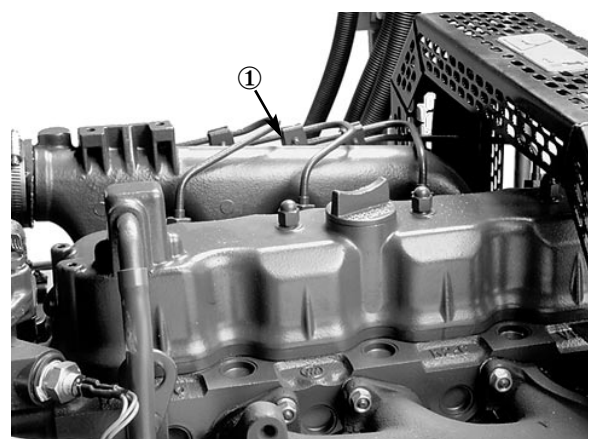

Fig. 3
4. Hvis oljen står under FULL-merket må du ta av påfyllingslokket (fig. 3) og etterfylle med SAE 10W-30 olje til oljen står opp til FULL-merket. FYLL IKKE FOR MYE PÅ. Veivhusets kapasitet er 6,5 liter, med filter.